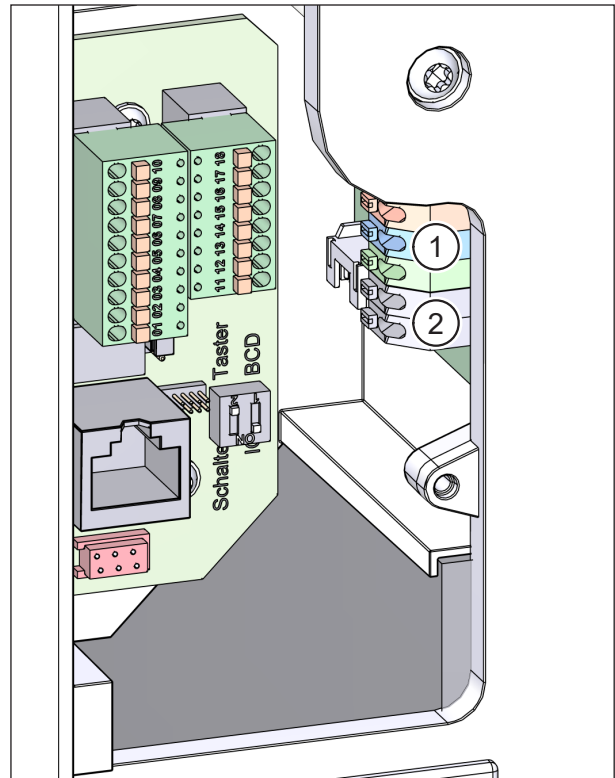

Fig. 41: Conectarea opțiunii M-WRG-II O/EGG-AUS
- ▶ Dacă se utilizează, conectați cablul de comandă al semnalului de eroare (elementul 1 în Fig. 41) și/sau de oprire automată („Unit OFF”) (elementul 2 în Fig. 41) la panoul de conexiuni al aparatului de ventilație (a se vedea diagrama și descrierea din secțiunea 10.9.3 la pagina 30).